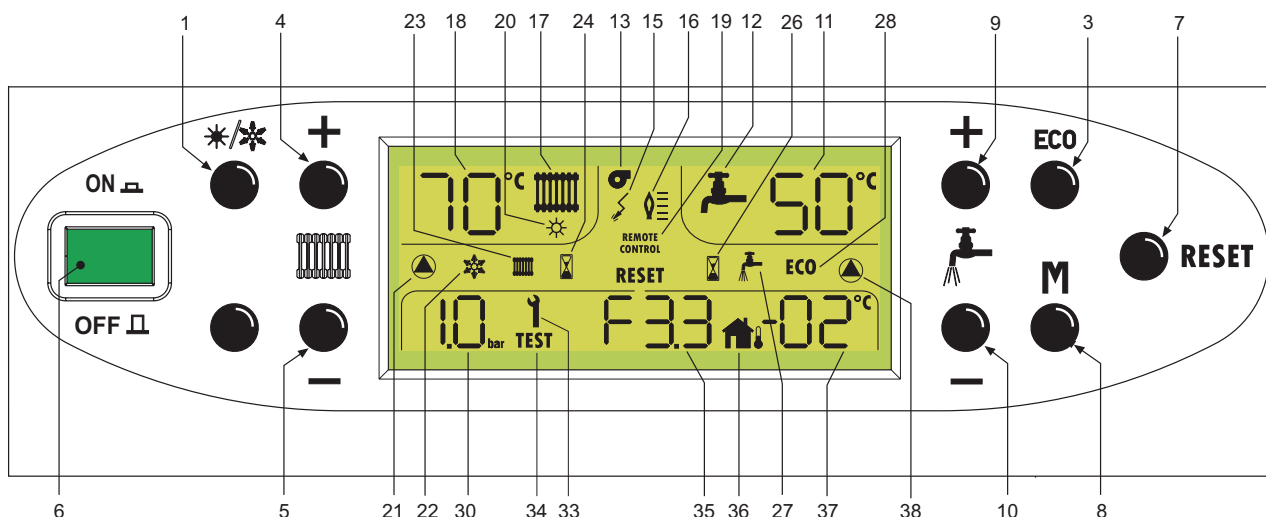

fig. 1
Per inserire o disinserire la funzione **comfort** è sufficiente premere il pulsante (3 - fig. 1).
Per il ripristinarla bisogna premere il tasto Reset (7 - fig. 1).
Durante il funzionamento, il display visualizza la temperatura acqua calda sanitaria in uscita dalla caldaia. Quando si agisce sui tasti (9 e 10 - fig. 1) il display visualizza brevemente la temperatura di regolazione che si sta impostando.
Durante il funzionamento, il display visualizza la temperatura acqua calda riscaldamento in uscita dalla caldaia. Quando si agisce sui tasti (4 e 5 - fig. 1) il display visualizza brevemente la temperatura di regolazione che si sta impostando.
Caldaia funzionante in modalità TEST (massima potenza). Per attivare la modalità TEST tenere premuto i tasti "+" e "-" multifunzione (9 e 10 - fig. 1) per 5 secondi. Per uscire premere i medesimi tasti per altri 5 secondi. Il funzionamento TEST si disattiva automaticamente dopo 15 minuti.
- Premere il tasto ON/OFF (vedi fig.1)
Premere il tasto ON/OFF (vedi fig. 1).
Per impostare la temperatura di mandata impianto, premere il tasto 4 di fig. 1 per aumentarla ed il pulsante 5 - fig. 1 per diminuirla.
Per impostare la temperatura sanitario, premere il tasto 9 di fig. 1 per aumentarla ed il pulsante 10 di fig. 1 per diminuirla.
Per selezionare una delle due modalità è sufficiente premere il tasto  (1 - fig. 1).
Premendo una volta il tasto **"M"** viene visualizzata la curva di compensazione (da 1 a 10) ed è possibile modificarla con i tasti **"+"** e **"-"** multifunzione (9 e 10 - fig. 1). Premendo un'altra volta il tasto **"M"** si accede allo spostamento parallelo delle curve, modificabile con i tasti **"+"** e **"-"** multifunzione.